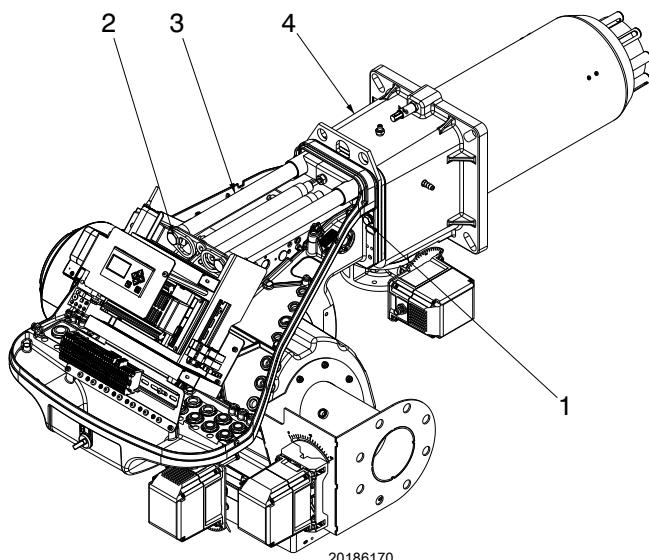

图 19
- ▶ 插入电极电缆，然后将燃烧器滑到接触到多岐管 —— 燃烧器位置如图 19 所示；